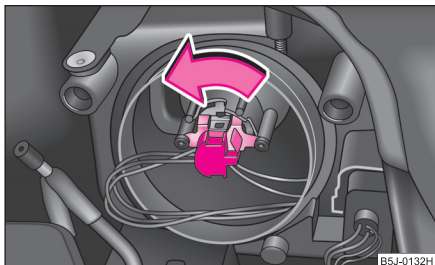

Fig. 200 Demontarea becului luminii de întâlnire și drum
- La farurile cu modul (bec cu halogen H7) ⇒ fig. 200, rotiți fișa electrică cu becul cu halogen până la limită spre stânga și scoateți-l.